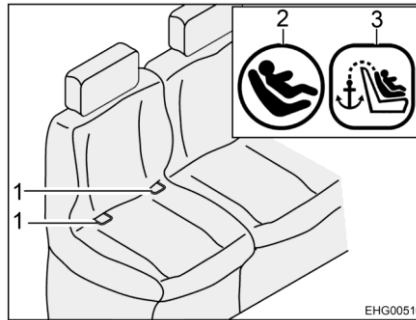
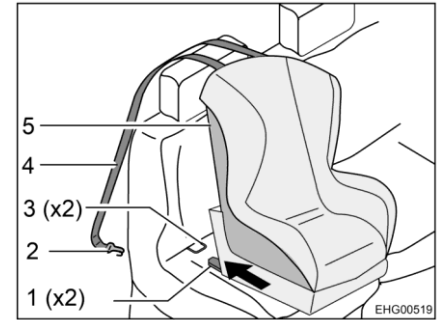

Bild 11 Sitz mit Isofix
Bild 12 Befestigung mit Top-Tether
- Rastarme (Bild 12,1) in Haltebügel (Bild 11,1 und Bild 12,3) einrasten lassen. Dabei muss ein deutliches Klickgeräusch zu hören sein.
- Mit einem kräftigen Ruck kontrollieren, ob der Kindersitz (Bild 12,5) fest sitzt.
- Top-Tether-Gurt (Bild 12,4) über die Kopfstütze des Fahrzeugsitzes führen.
- Befestigungshaken (Bild 12,2) am Ankerpunkt auf der Rückseite des Fahrzeugsitzes eingehaken.